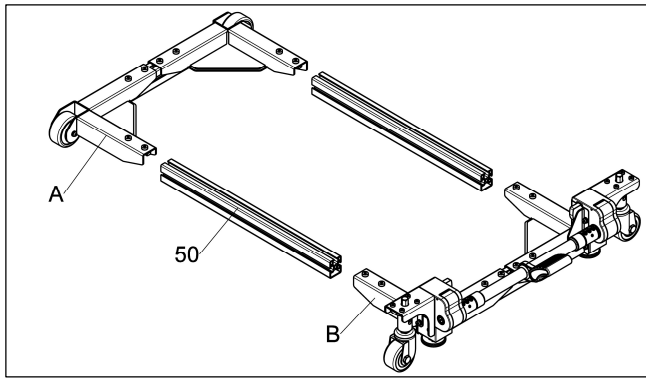

Abb.8
d. Führen Sie die beiden langen Seitenholme "50" jeweils an ihren Enden in die Bockrollen-Konsolenwinkel "A" und die Lenkrollen-Konsolenwinkel "B" ein. (siehe **Abb.8**)